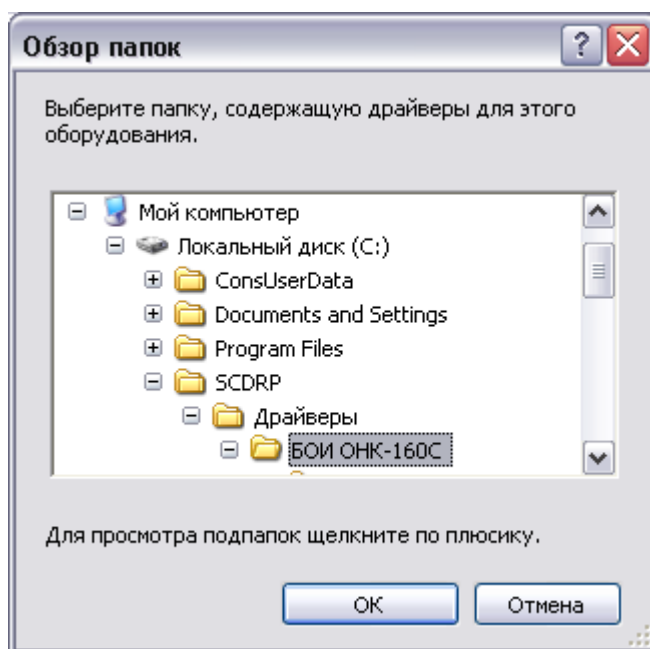

Рисунок 14.
8. В появившемся окне указать путь к директории «БОИ ОНК-160С», расположенной в корневой директории программы в поддиректории «Драйверы» (Рисунок 14), и нажать кнопку «Ок».